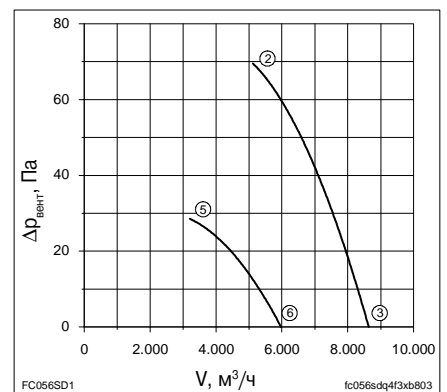

Рис. 2 FC056-SD_4F_
Вентиляторы серии FC оснащены исключительно высокоэффективными литыми под давлением алюминиевыми лопатками рабочего колеса и поэтому их следует применять только в воздухопроводных системах с оптимальным аэродинамическим сопротивлением (см. разрез в примерах монтажа). На рис. 2 представлены характеристики 2-скоростного 3-фазного вентилятора типа FC056-SD_4F_ без защитной решетки. Диапазон значений, представленных кривой от точки (2) до точки (3), соответствует высокой частоте вращения. Диапазон значений, представленных кривой от точки (5) до точки (6), соответствует низкой частоте вращения, полученной путем переключения обмоток электродвигателя Δ/Y .
Fans in series FC with profiled aluminium die cast blade features an especially high level of efficiency, and should therefore only be operated in air guiding systems that have optimum aerodynamic conditions (see section on installation notes). The characteristic curve in Fig. 2 shows fan type FC056-SD_4F_ in a two speed 3~ design without guard grille. Characteristic curve (2) to (3) = high speed. Characteristic curve (5) to (6) = low speed through Δ/Y switching.